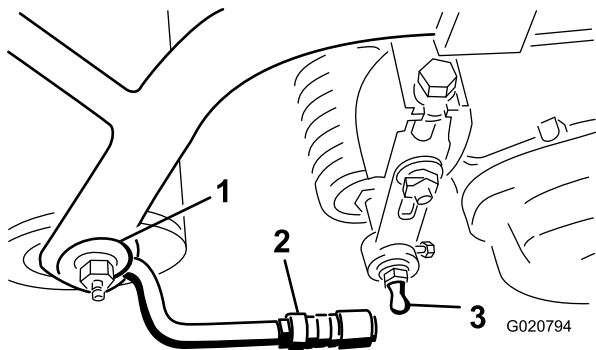

Figure 8
3. Repoussez le manchon sur chaque douille de rotule et accrochez la douille à la tige rotule de l'unité de coupe. Relâchez le manchon pour qu'il vienne recouvrir la tige et solidarise les ensembles (Figure 8).